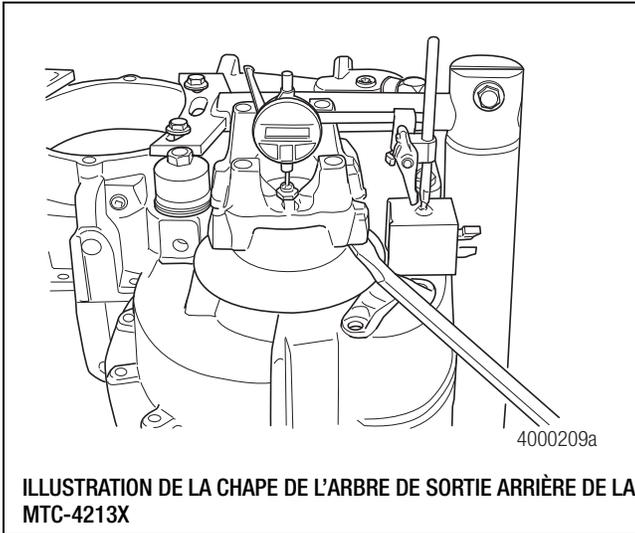

Figure 6.20
- À l'aide d'un comparateur à cadran, contrôler le jeu axial de l'arbre de sortie. Pour une précision accrue, centrer le comparateur à cadran sur l'arbre au moyen d'une bille. Figure 6.20.